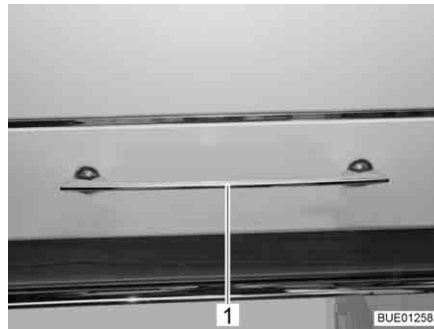

Fig. 36 Abattant de placard avec poignée de déverrouillage
- Enfoncer la poignée de déverrouillage (Fig. 36,1) vers le bas et le maintenir enfoncé.